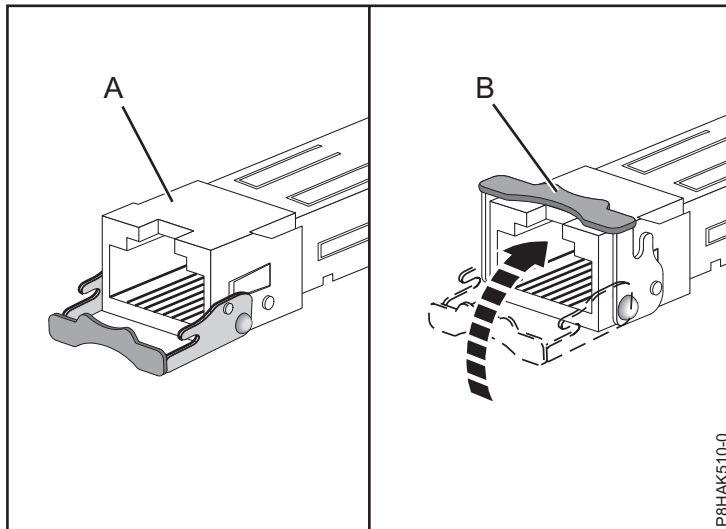

Abbildung 40. SFP-Transceiver im Adapter austauschen
- b. Schieben Sie den Transceiver (A) in den Adapter.
- c. Drücken Sie bei geöffneter Verriegelung (A) auf die Verriegelung, indem Sie sie zur Karte hin nach oben drehen, wie in Abb. 40 auf Seite 67 dargestellt.